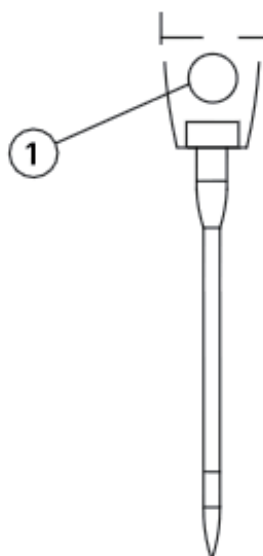

Figura 7
*Solte o parafuso '1' indicado na Figura 7 e coloque a agulha (ou retire a agulha antiga).*